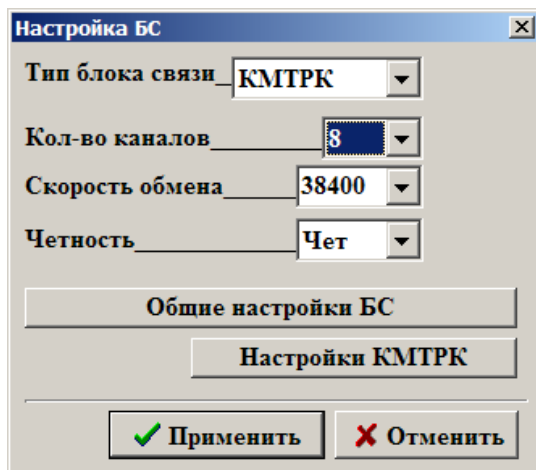

Рис. 10
Рис.10а
1) При создании объекта «Блок связи БС» на экране появится окно «Настройка БС» (рис.10, рис.10а), в котором задайте: